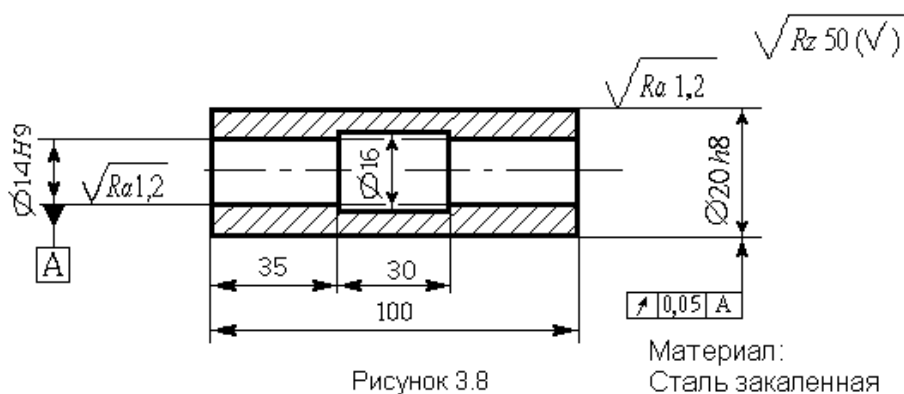

Рисунок 3.8
1. Выполнить эскиз технологической схемы финишного перехода при обработке наружной цилиндрической поверхности с указанием баз, главных и вспомогательных рабочих движений (рисунок 3.8).